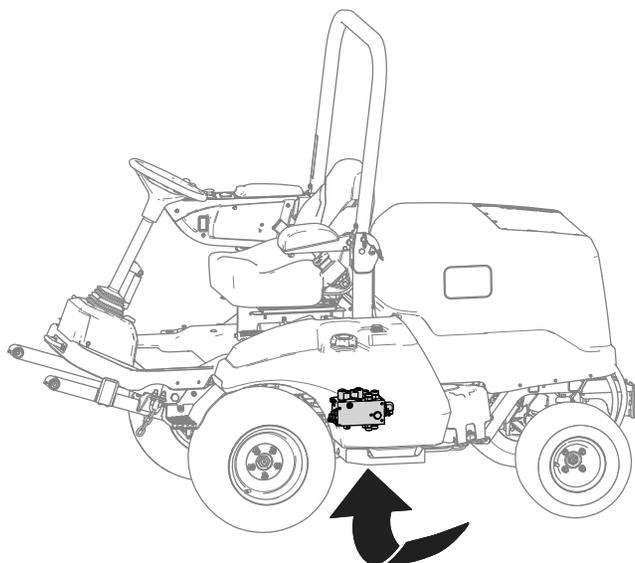

Рисунок 23
3. Найдите гидравлический коллектор подъема под машиной (Рисунок 23).